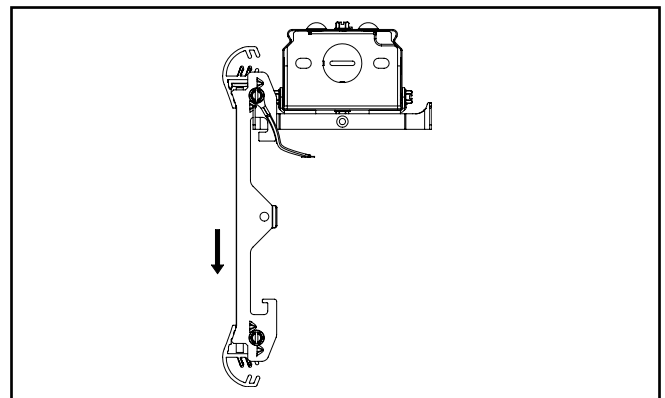

Figura 5.2.
- Coloque la unidad de la guía de ondas dentro de la ranura del soporte de la bisagra del conductor (Figura 5.2).